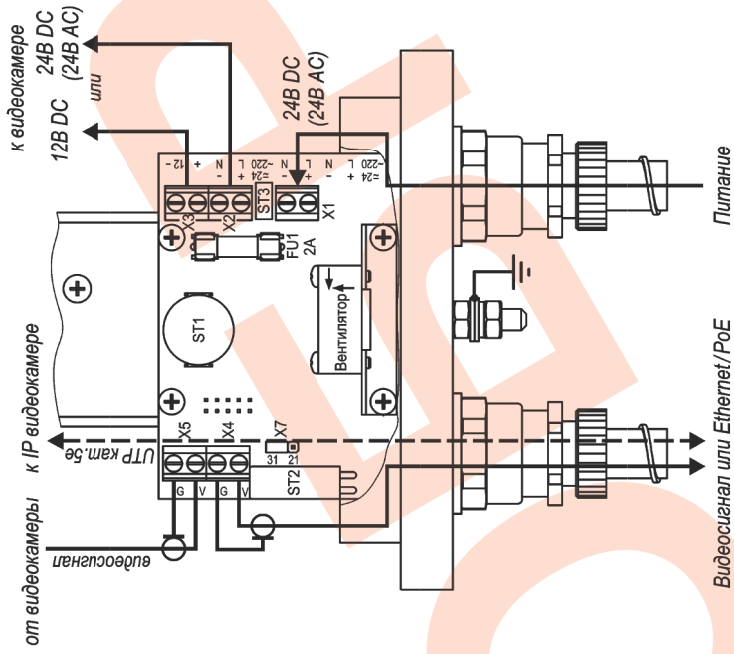

Рис.2 Подключение ТББ-4Г ТВ Ex-24/12(24); ~24/12(~24)
4. Подсоединить видеокамеру к контактам платы коммутации в соответствии со схемой подключения (рис.2, 3 или 4).
5. Ввести через гермовводы внешние кабели (кабель видео и кабель питания) и подключить их к плате коммутации (рис.2 или 3).
Предприятием изготовителем джемпер Х7 установлен в положение «31» - мощность обогрева 31 Вт, для изменения мощности на 21 Вт джемпер Х7 необходимо переставить в положение «21» (см. рис.2 и 3).